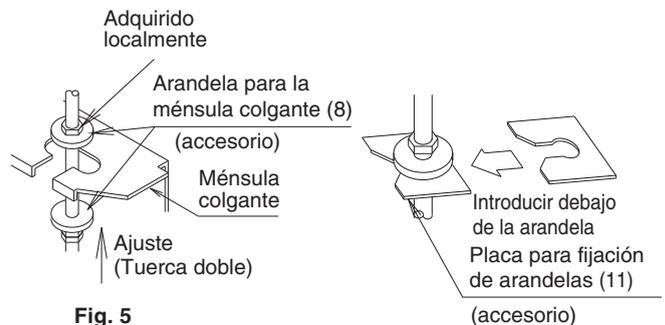

Fig. 5
(1) Instale en forma temporaria la unidad interior.
- Fije la ménsula colgante al perno de suspensión. Fíjela bien con tuerca y arandela desde sus lados superior e inferior. **(Refiérase a la Fig. 5)**